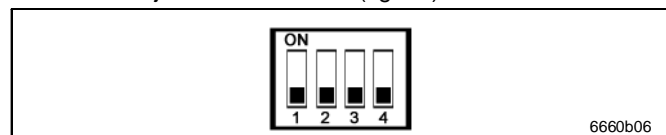

Fig. 11 Interruptor DIP; sistemas de lubricación PMA – disposición de servicio
- ➔ Ahora reajuste SW4 en OFF (fig. 11).